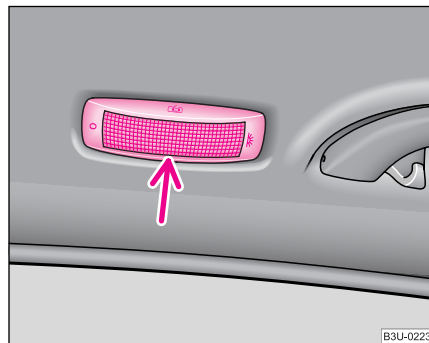

Fig. 194 Lampa interioară din spate fără senzori pentru supravegherea interioară
- Introduceți vârful unei șurubelnițe mici în fanta de lângă capacul lămpii ♥ fig. 194 și scoateți capacul cu atenție.